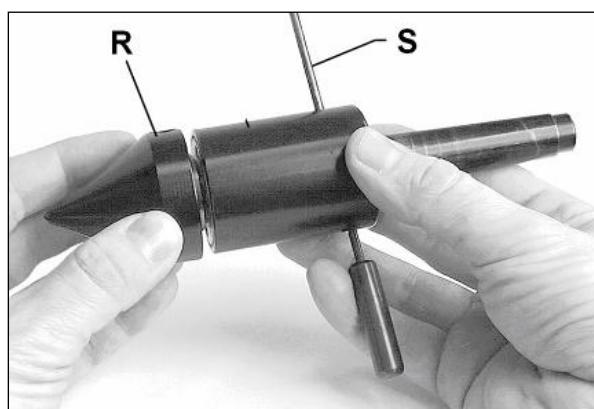

Fig 22
Pour dévisser la pointe conique (R, Fig 22) il faut que la broche soit fixée à la gouille transversale (S).